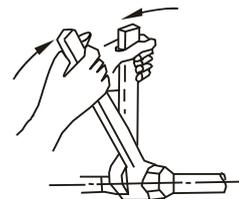

Abb. 9-2
- Bringen Sie die Verbindungsleitungen an die richtige Stelle, ziehen die Mutter per Hand an und ziehen sie dann mit zwei Schraubenschlüsseln gleichzeitig fest. (Siehe Abb. 9-2)